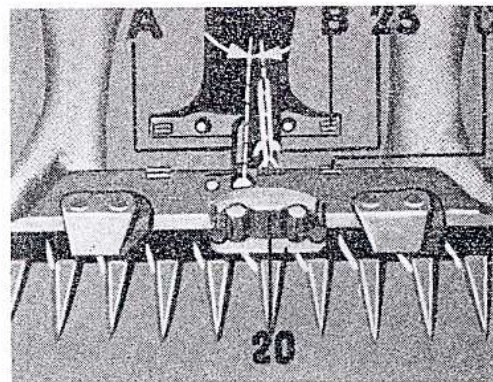

Fig. 10.
Montering av knivbjelken utføres på følgende måte: (Fig. 10.) Sett de 2 sjaltespaker i posisjon O, vri utliggeren (23) mest mulig til siden, sett Dem i maskinens normale kjøreretning, og rett over stativet for knivbjelken (27), trekk tappen A inn i stativet, trekk deretter tappen for knivens drift (23) inn i selve gaffelen. Sett kilen inn i sporet på tappen A, og kontroller at proppen med fjær som tappen er utstyrt med er kommet inn i en av de 3 kilehakene (fig. 10).
Kontroller til slutt at de 2 proppene B (fig. 10) hviler godt på styrekanten (C) for knivbjelken, uten å låse den fast. Det er nemlig nødvendig at knivbjelken, når den er satt på plass, kan bevege seg litt og føye seg etter ujevnheter på bakken under slåingen.